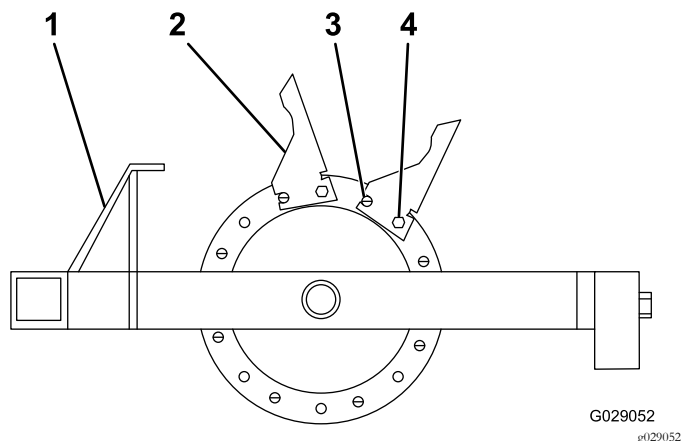

图9
1. 如图9所示从外侧铸件开始安装打孔针。
2. 将所有 8 个打孔针都安装到铸件上使用滚销和螺栓 1/2 英寸 x 1-3/4 英寸并确保滚销在上面的位置图9。